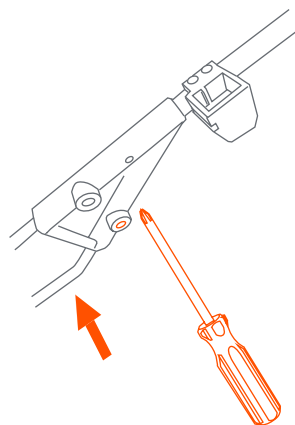

Fig. 4
- 4) • For safety and assurance check that the screw on the 3-Way Connector is tightened on both sides (Fig. 4).
- Para su seguridad y confianza verifique que el tornillo del conector de 3 vías esté ajustado de ambos lados (Fig. 4).
- Pour des raisons de sécurité et d'assurance, vérifiez que la vis du connecteur triple est serrée des deux côtés (Fig. 4).